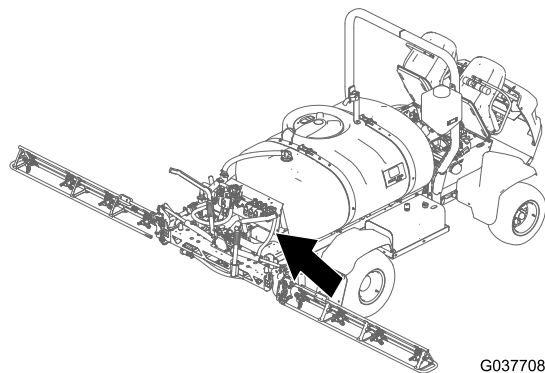
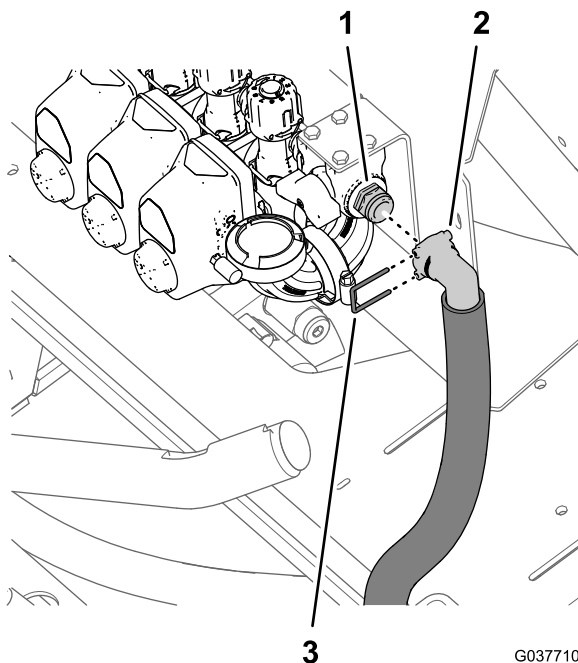

Figura 77
Figura 78
1. Monte a união estriada a 90° do tubo de distribuição (2,5 x 64 cm) na união de ligação rápida na válvula de corte da distribuição (Figura 77 e Figura 78).
2. Prenda a união estriada de 90° na união de ligação rápida com o retentor que foi fornecido com o conjunto do tubo de distribuição e de drenagem (Figura 78).